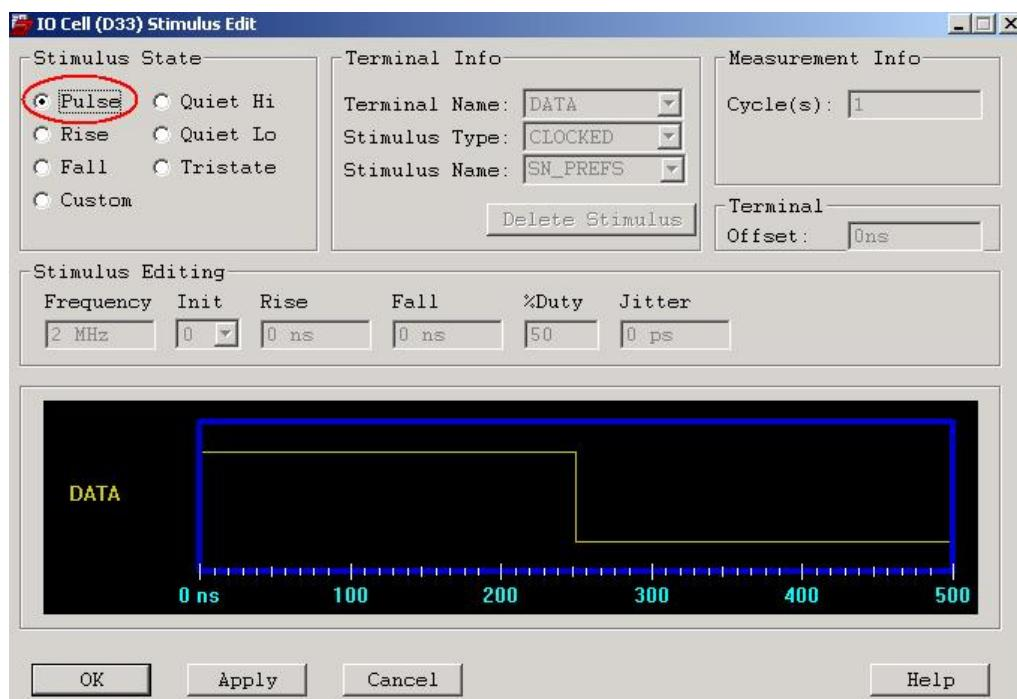

图3—14 设定激励端
● **BufferDelayFall:** 如图 3—16 所示。就是 **BufferDelay** 曲线从高电平下降到测量电压值 **Vmeas** 时的延时值。**BufferDelay** 曲线是软件根据模型库中测试负载参数计算得到的，测试负载参数必须根据器件的 **DATASHEET** 手册得到，不能使用 **IBIS** 模型文件中缺省参数，原因是我们在进行时序分析时器件的各种延时参考数据都是从 **DATASHEET** 中得到，而该数据是以 **DATASHEET** 中的测试负载为依据的。
- **BufferDelayRise:** 如图 3—15 所示。就是 **BufferDelay** 曲线从低电平上升到测量电压值时的延时值。
- **Monotonic:** 输入波形的单调性检查，如果上升或下降沿中有非单调性现象，则检查结果为 **False**。单调性如图 3—18 所示。
- **NoiseMargin:** 噪声容限。如图 3—17 所示。该值在 **Result** 中报告的是 **NoiseMarginHigh** 和 **NoiseMarginLow** 中的最小值。
- **OvershootHigh:** 高电平过冲。如图 3—17 所示。以 0V 为参考点，上升波形的最高点电压值。
- **OvershootLow:** 低电平过冲。如图 3—17 所示。以 0V 为参考点，下降波形的最低点电压值。
- **PropDelay:** 如图 3—15 所示。它是传输线的传输延时值。
- **SettleDelayFall:** 如图 3—16 所示。它是从 **BufferDelay** 下降沿的 **Vmeas** 点开始到接收波形下降曲线最后一次穿过低电平阈值时的延时值。
- **SettleDelayRise:** 如图 3—15 所示。它是从 **BufferDelay** 上升沿的 **Vmeas** 点开始到接收波形上升曲线最后一次穿过高电平阈值时的延时值。
- **SwitchDelayFall:** 如图 3—16 所示。它是从 **BufferDelay** 下降沿的 **Vmeas** 点开始到接收波形下降曲线第一次穿过高电平阈值时的延时值。
- **SwitchDelayRise:** 如图 3—15 所示。它是从 **BufferDelay** 上升沿的 **Vmeas** 点开始到接收波形上升曲线第一次穿过低电平阈值时的延时值。